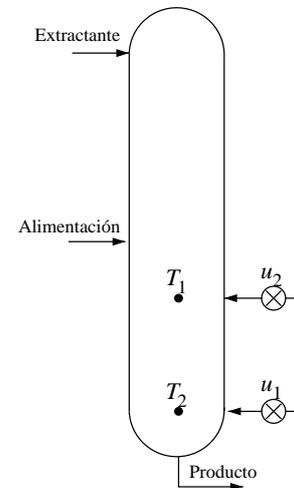

Figura 1: Columna de destilación
**Control de una columna de destilación.** La Figura 1 muestra un esquema simplificado de una columna de destilación para separar isopropanol (producto) de una mezcla de isopropanol y agua (alimentación) usando glicol (extractante). Las variables medidas son las temperaturas  $T_1$  y  $T_2$  que deben mantenerse constantes usando las variables de control  $u_1$  y  $u_2$ , respectivamente flujos de vapor de base y lateral.